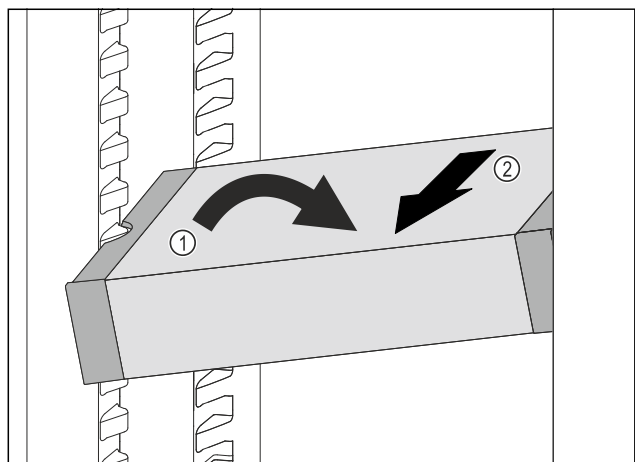

Fig. 109
- ▶ Impostare il vano frigorifero di VarioSafe ad angolo. Fig. 109 (1)
- ▶ Rimuovere VarioSafe tirando in avanti. Fig. 109 (2)